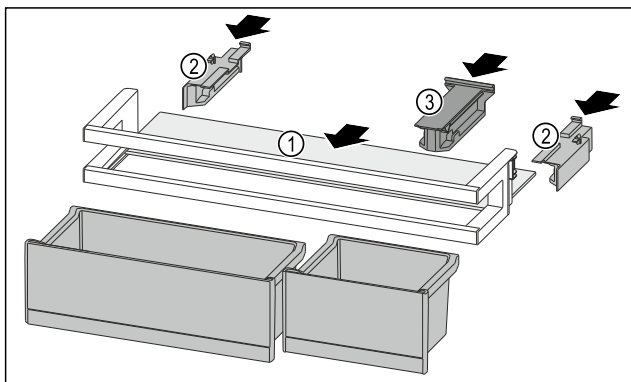

Fig. 135
- Tolja be a tárolólapot Fig. 135 (1) az oldalsó mélyedésbe.
- Helyezze be az oldalsó részeket Fig. 135 (2).
- Helyezze be a tartóelemet Fig. 135 (3).